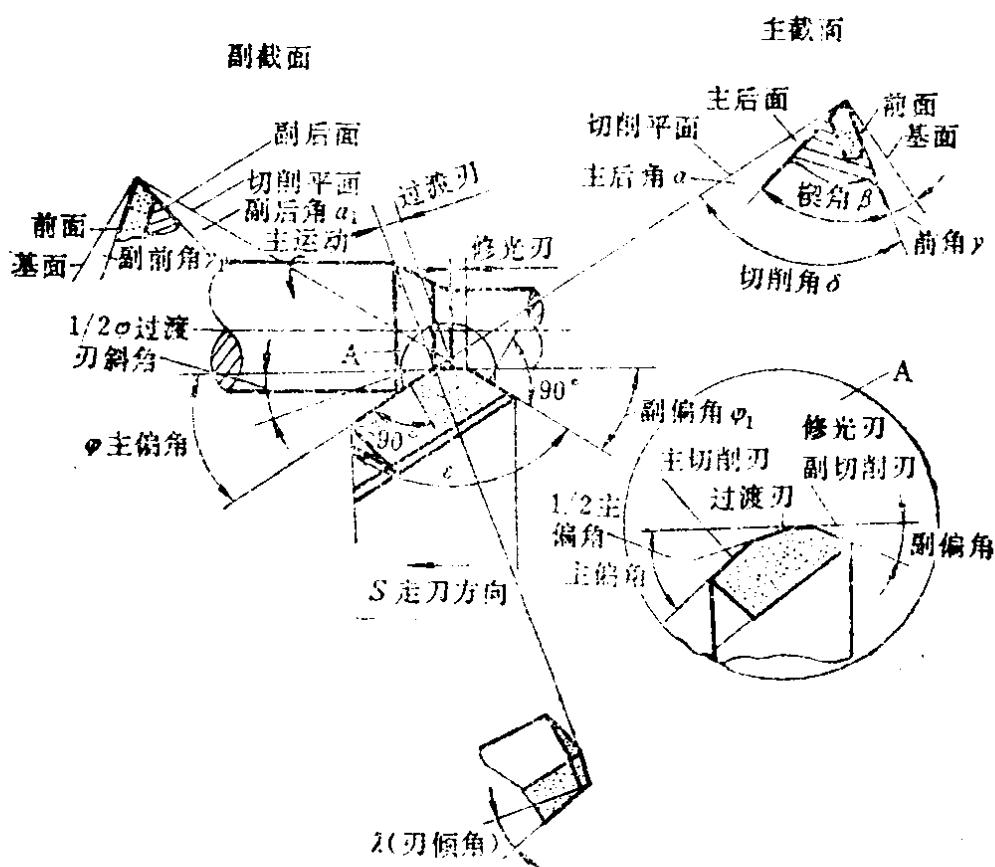

图 2-3 刀具几何角度
(4) 副截面：垂直副刀刃的截面。
5. 刀具角度及其代号见图2-3